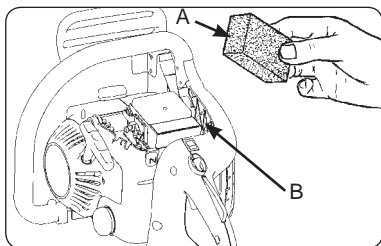

Abb. 18
1. Entfernen Sie die Abdeckung (9), indem Sie die Befestigungsschrauben lösen. Die Abdeckung geht hoch.
2. Ziehen Sie den Luftfilter (A) aus dem Kasten (B) (Abb. 18).